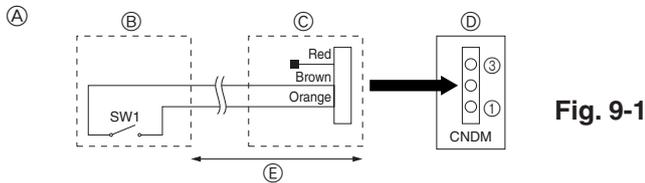

Fig. 9-1
- ① Exempel på kopplingsschema (lågsta ljud-nivå)
- ② Uppställning på plats
- ③ Yttre inadapt (PAC-SC36NA)
- ④ Utomhusenhetens kontrollkort
- ⑤ Max. 10 m
9.1. Lägsta ljud-nivå (ändring på plats) (Fig. 9-1)